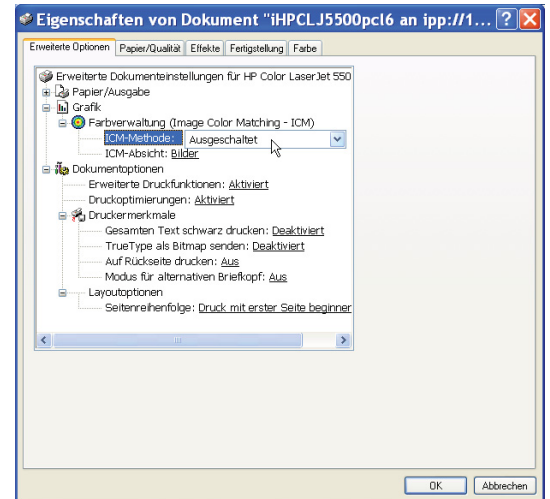

Abb. 13-40: Farbverwaltung in der Windows-Systemumgebung
- In den Windows-Einstellungen ist das Farbmanagement auszuschalten: Drucker-Treiber wählen ► EIGENSCHAFTEN | ERWEITERTE OPTIONEN | GRAFIK | FARBVERWALTUNG: ICM-METHODE = *Ausgeschaltet* (Abb. 13-40).
- Das Farbmanagement von Windows ist ausgeschaltet (siehe oben, vgl. Abb. 13-40)